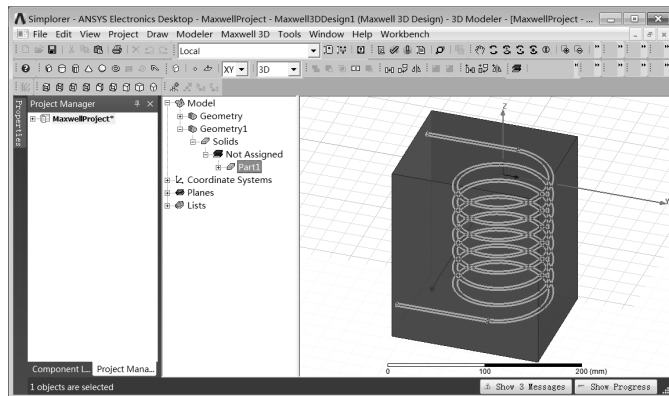

图 19-74 读取的模型
Step7：此时模型文件已经成功显示在 Maxwell 软件中，如图 19-74 所示。